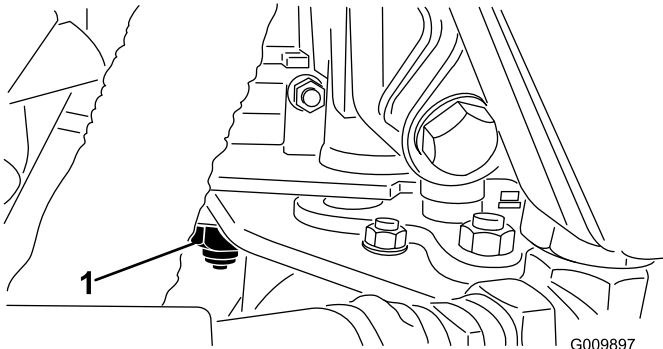

Bild 51
3. Lockern Sie die Sicherungsmutter an der Fahrtriebs-Einstellnocke (Bild 51).